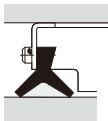

Abb. 1 Abstreifer an den Montageblöcken SE und SEB
- (1) Fremdpartikel, die aufgrund eines unzureichenden Staubschutzes in den Rollenumlaufschuh gelangen, lassen sich nur sehr schwer entfernen und können die Laufbahn und den Rollenumlaufschuh beschädigen. Achten Sie besonders darauf, dass die Einheit vor Staub und anderen Verunreinigungen geschützt ist.
- (2) Die Montageblöcke SE und SEB für den Rollenumlaufschuh sind mit einem speziellen Gummiabstreifer ausgestattet, der einen wirksamen Schutz vor Staub und anderen Verunreinigungen bietet. Um den Schutz zu verbessern, schmieren Sie beim Anbringen beider Montageblöcke den Bereich zwischen den Doppellippen ein (siehe Abb. 1).